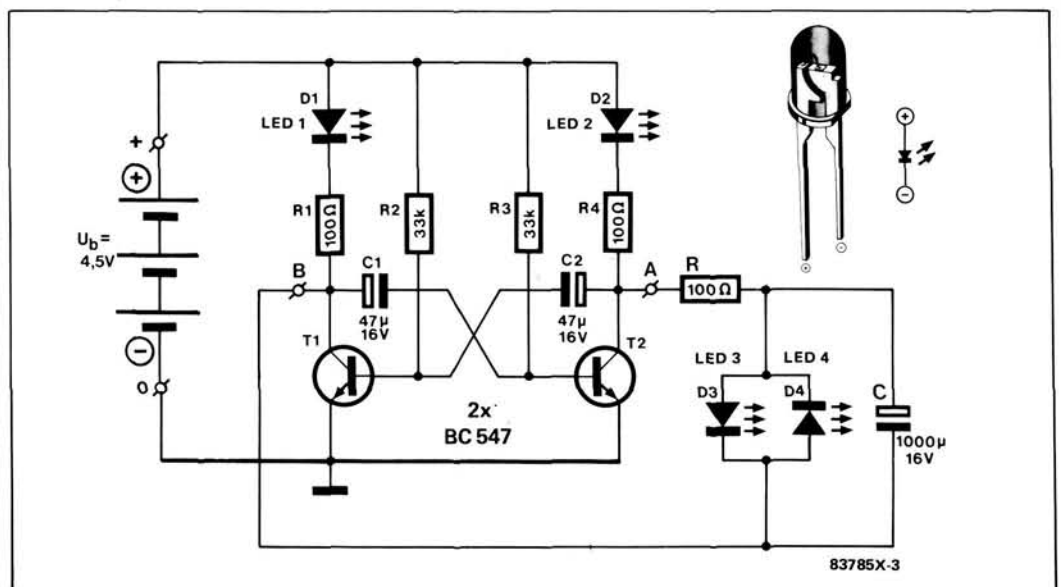

Figure 2. La tension alternative fournie par le multivibrateur astable pour le test du réseau RC est disponible entre les points de connexion A et B.
Pour fabriquer une tension alternative à très basse fréquence, il faut construire un générateur électronique; ce sera un multivibrateur astable à deux transistors. La figure 2 montre le circuit. Les deux transistors conduisent à tour de rôle : quand T1 conduit, T2 est bloqué et inversement. La LED dans le circuit de collecteur du transistor qui conduit, s'allume. Les deux LED - ce sont des LED rouges qui conviennent le mieux à ce circuit - clignent alternativement. Elles montrent que la tension de collecteur est successivement haute (proche de la tension d'alimentation) puis basse (proche de 0 V). La borne de sortie droite (A) est d'abord plus positive que la gauche (B); pendant que T1 conduit; puis la gauche (B) est plus positive que la droite (A); pendant que T2 conduit. En d'autres termes : entre ces deux bornes règne une **vraie tension alternative**. Le circuit n'est nullement critique, et il fonctionne d'emblée, sauf erreur de montage. La fréquence du multivibrateur est d'environ 1 Hz. Donc à chaque seconde, chaque LED s'allume une fois.